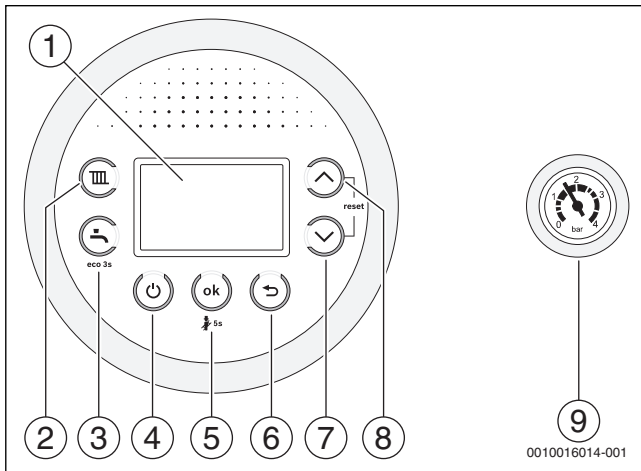

Fig. 1
- ▶ Oprțiți aparatul folosind tasta  (→ fig. 1).